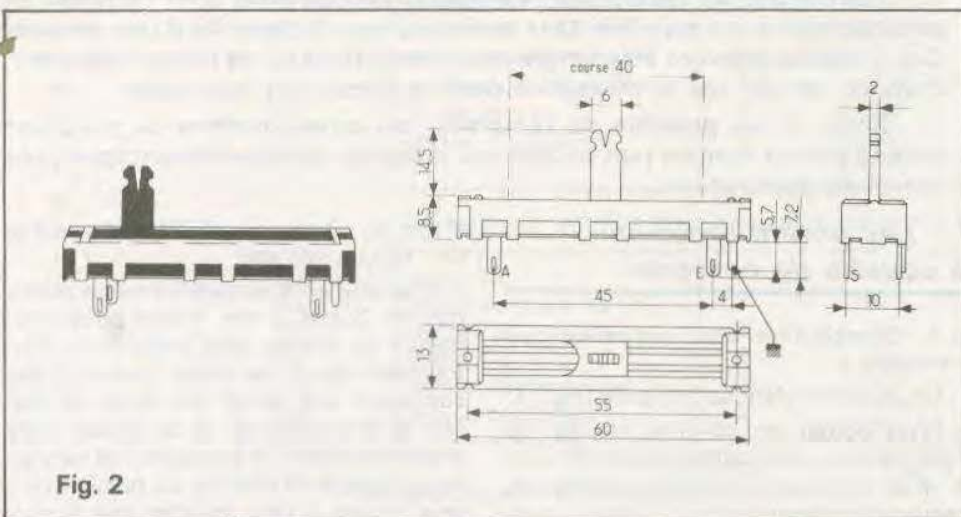

Fig. 2
1.3. Constitution d'un potentiomètre à glissière (fig. 2)